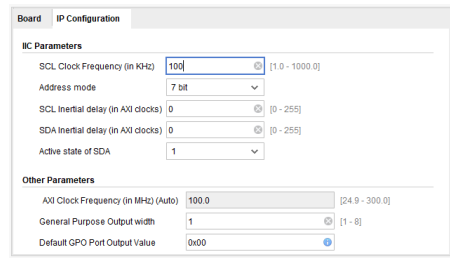

Figura 3.11: Menú de configuración de la IP ‘AXI IIC’ para la comunicación con el ADXL345.
- Otro 'AXI IIC' para la comunicación con el ADXL345 (Figura 3.11).